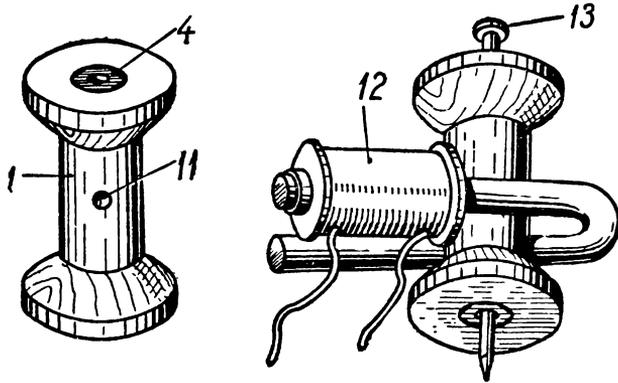

Рис. 118. Сборка статора электромотора:
Как собрать статор (так называется неподвижная часть мотора), показано на рис. 118. В катушку (1) установите отрезок карандаша (4). Посередине шейки катушки проделайте шилом отверстие (11), чтобы в него свободно мог входить конец оси (7). На катушку установите электромагнит (12) и подберите гвоз-